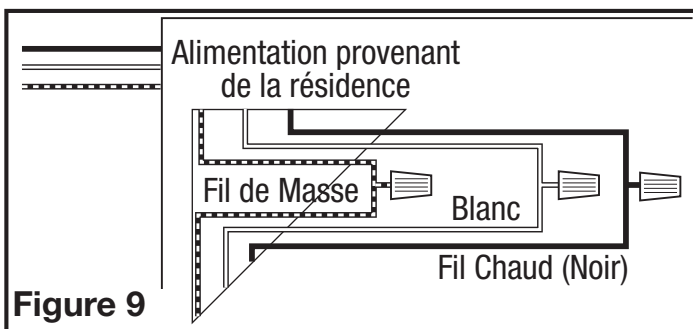

Figure 9
- 2b. Par là où vous avez choisi d'accéder à la boîte de jonction du ventilateur, connecter le fil Blanc provenant de la résidence au fil Blanc du réceptacle du ventilateur. Connecter le fil Noir de l'interrupteur mural au fil Noir du réceptacle du ventilateur. Connecter le fil de mise à la terre provenant de la résidence au fil Vert du réceptacle du ventilateur (Figure 9). Utiliser des méthodes approuvées pour toutes les connexions.